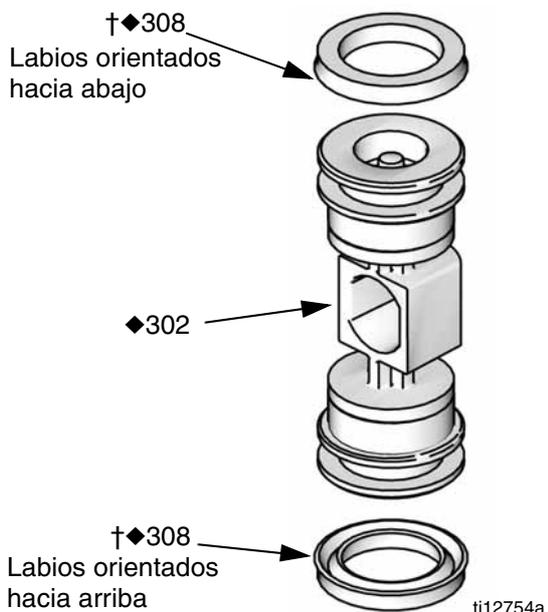

FIG. 10. Instalación de la copa en U de la válvula de aire
2. Vea la FIG. 10. Lubrique las copas en U (308†♦) e instálelas en el pistón (302♦) con los labios orientados hacia el centro del pistón.